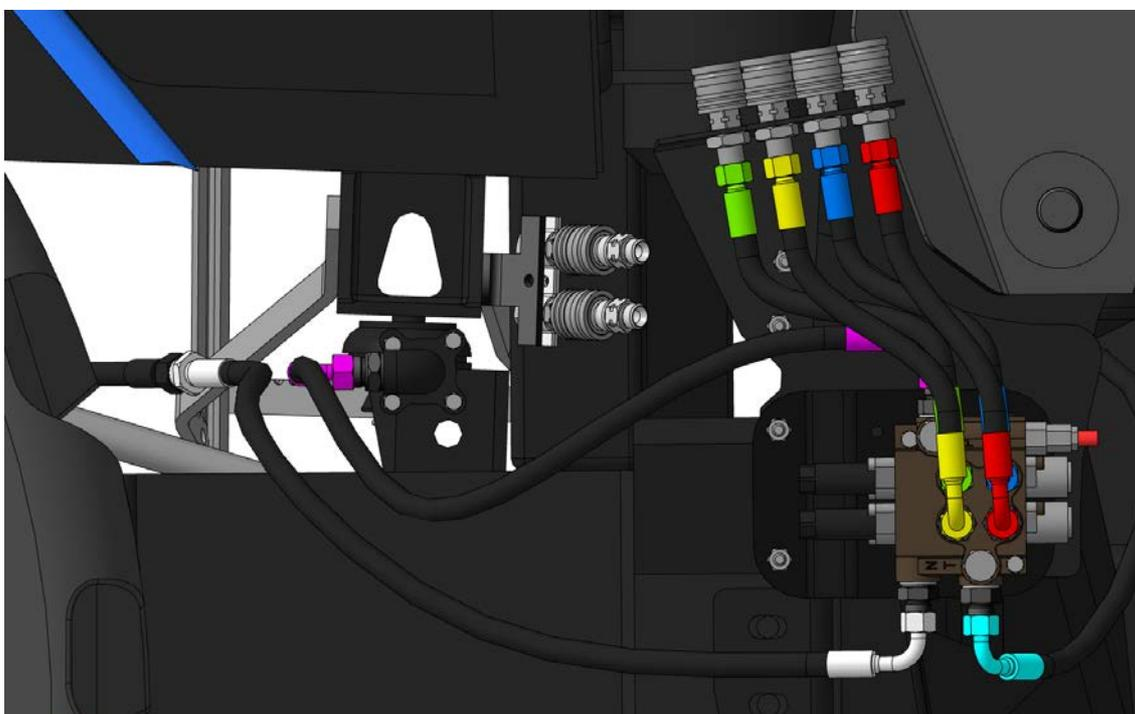

Рис. 2.12
2.3.1.3 Подсоединить напорный РВД, ранее установленный на порт Р гидрораспределителя, угловым концом с гайкой М24х1,5 к выходу насоса НШ-32 гидронавесной системы трактора (рис. 2.12).